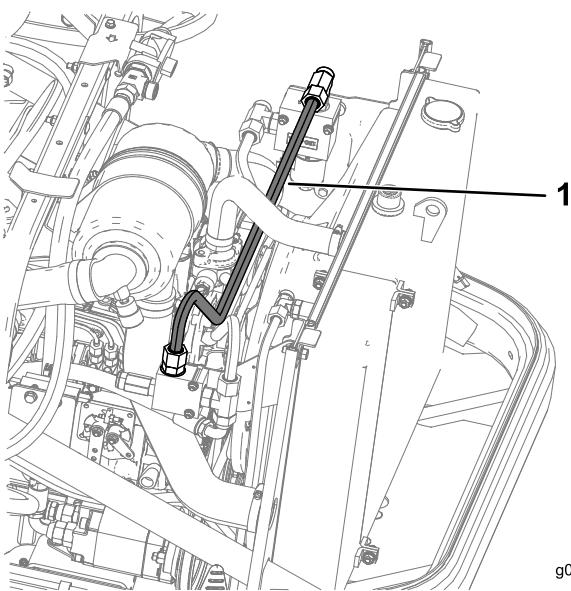

Figura 30
10. Montate il tubo idraulico I proveniente dal raccordo dell'adattatore (5/8 x 5/8 poll., maschio) del gruppo del collettore destro sul raccordo dell'adattatore a T (5/8 poll. maschio) del gruppo del collettore sinistro, come illustrato nella Figura 30.